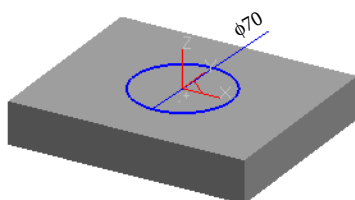

图 8-246 绘制圆
2) 选择下拉菜单“造型”→“曲线生成”→“圆”命令，或者单击“曲线生成栏”工具栏上的“圆”按钮，选取“圆心_半径”画圆方式，输入圆心为 (0, 0)，半径为 35mm，结果如图 8-246 所示。